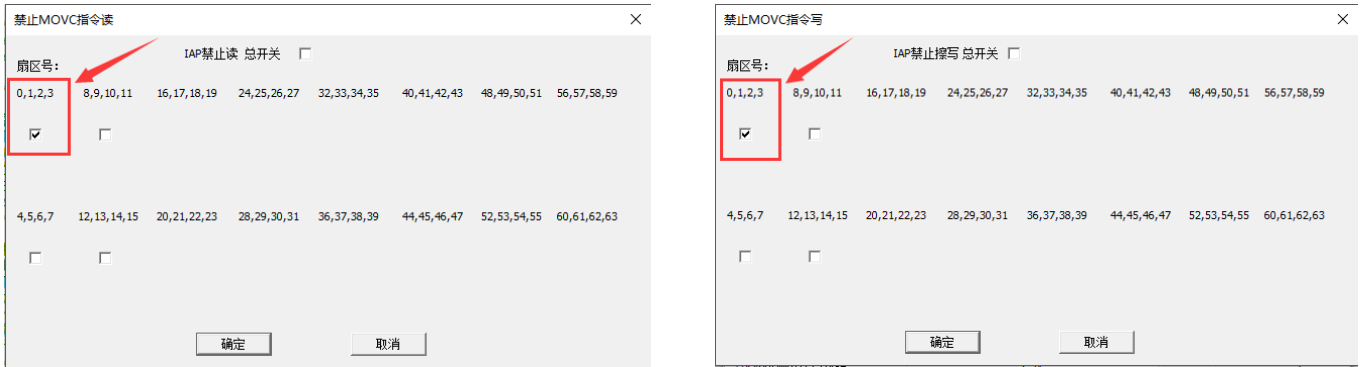

图 2-5
- 5、根据需求勾选相应的扇区后点击确定 (如图 2-5)
KEIL 编译后会生成编译字节大小，以 HC89S003F4 的“Flash 做类 EEPROM 读写”范例为例，本例程编译的字节为 585 个（如图 2-9），由于 HC89S003F4 以 4K 字节为保护为单位，所以在勾选时勾选 0、1、2、3 页（如图 2-5 和图 2-8）。部分 MCU 以 1K 字节为保护单位，用户根据需求选择即可。